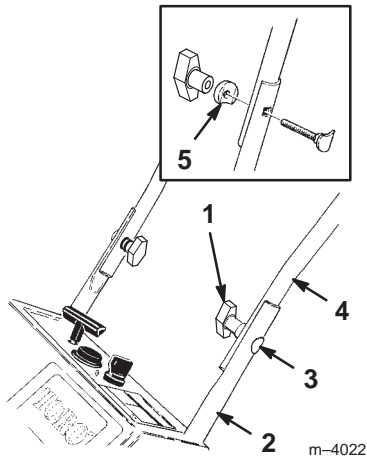

Figure 2
1. Placez les extrémités de la partie supérieure du mancheron à l'intérieur de la partie inférieure, les trous en face les uns des autres (Fig. 2).
2. Insérez les boulons à tête ovale à travers les trous alignés des parties du mancheron, les têtes des boulons se trouvant du côté extérieur du mancheron (Fig. 2).
Remarque : Veillez à bien aligner les boulons à tête ovale et les rondelles bombées (voir encadré à la Fig. 2).